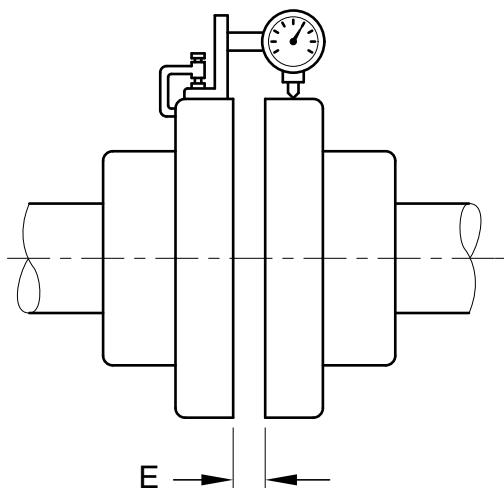

Рис. 8 Радиальное измерение (смещение энтров)
4.2.3.2 Радиальное измерение (рис. 8)
4.2.3.3 Комбинированное аксиальное и радиальное измерение (рис. 8)